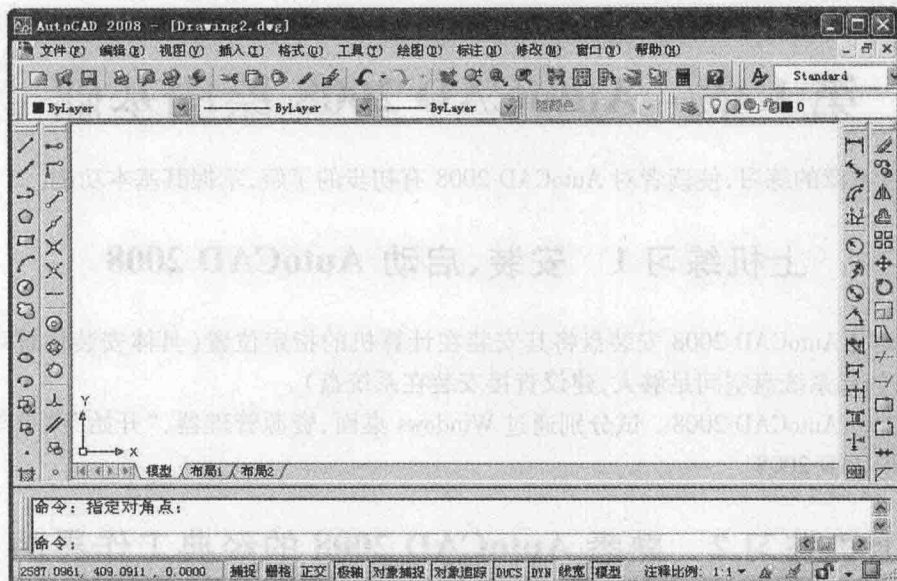

图 1.2 将“标注”工具栏和“对象捕捉”工具栏显示在绘图屏幕两侧
(2)选中“标注”“对象捕捉”项,即可打开对应的工具栏。然后,通过拖动的方式将“标注”工具栏和“对象捕捉”工具栏分别放到绘图屏幕的两侧,结果如图 1.2 所示。